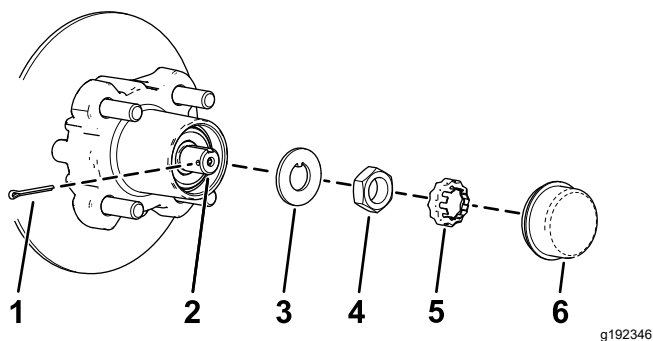
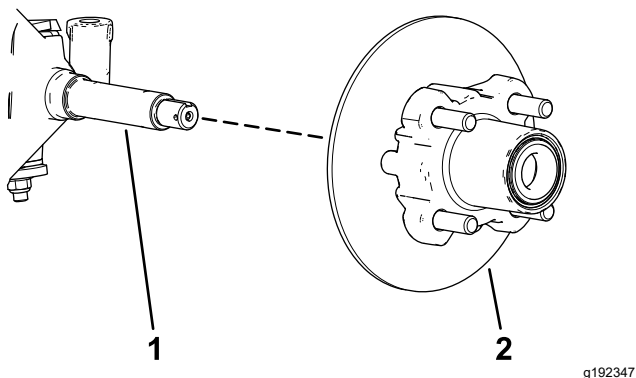

图 30
图 31
4. 从轮毂上卸下防尘盖图 30。
- 从主轴和主轴螺母上卸下开口销和螺母卡环图 30。
- 从主轴上卸下主轴螺母将轮毂和转子总成从主轴上分开图 30和图 31。